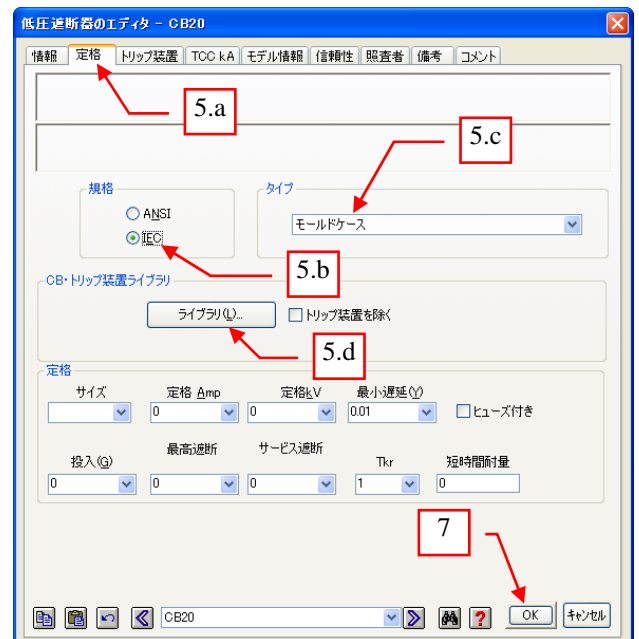

図 29
5. “低圧遮断器エディタ - [X]” ダイアログボックスが表示されます。 図 29 参照
7. “低圧遮断器のエディタ – X” ダイアログボックスの “OK” ボタンをクリックします。 図 29 参照